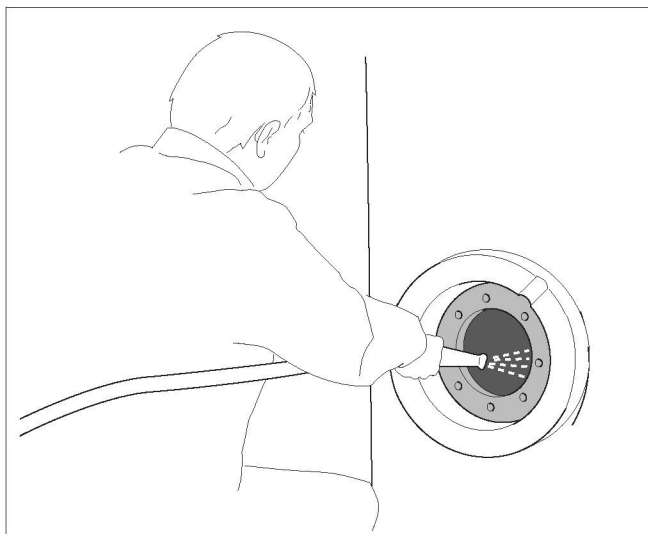

Рис. 12 Промывка бака-водонагревателя
- Промыть бак внутри "острой" струей холодной воды (с избыточным давлением около 4 – 5 бар) (рис. 12).